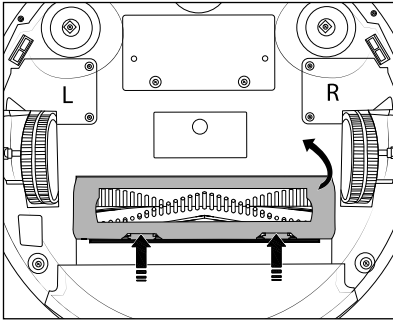

Fig. 14
- ◆ Pulse los dos botones de desencastre de la cubierta del rodillo de cepillos **17** para soltarla. Retire la cubierta del rodillo de cepillos **17** del aparato (consulte la fig. 14).